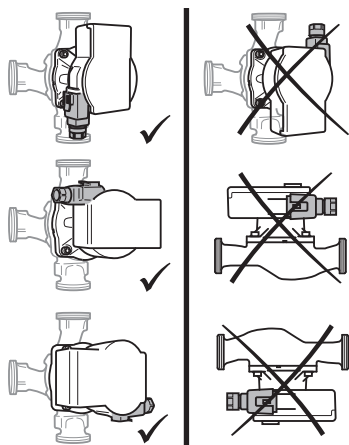

Fig. 2: Polohy instalace
- Místo instalace vyberte v souladu s přípustnou polohou instalace (Fig. 2).
- Respektujte přípustnou polohu instalace (Fig. 2) a šipku směru proudění na tělese čerpadla (1).
- Utáhněte 4 šrouby skříně (5).